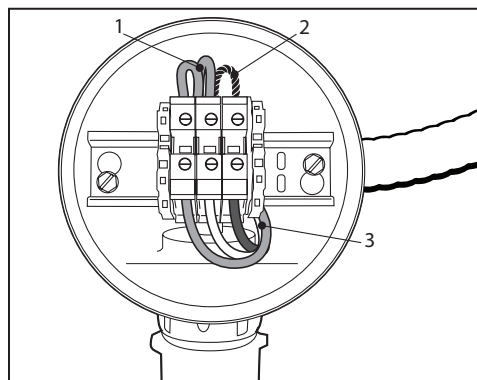

Figure 15-35
3. Fils d'alimentation/de terre du régulateur de traçage thermique (DF-FPT130) (Figure 15-35)